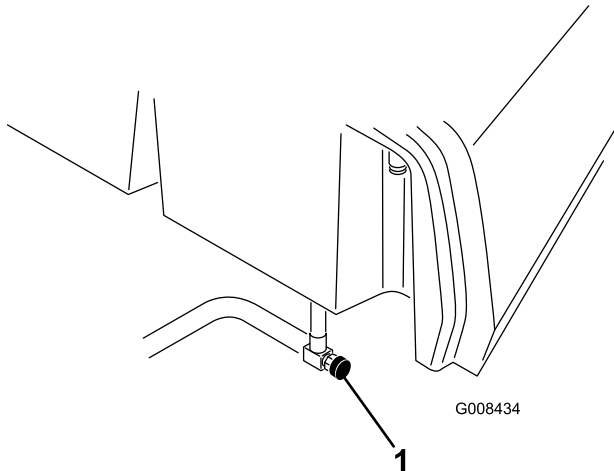

Рисунок 37
1. Закройте клапан отключения подачи топлива, расположенный под топливным баком (Рисунок 37).